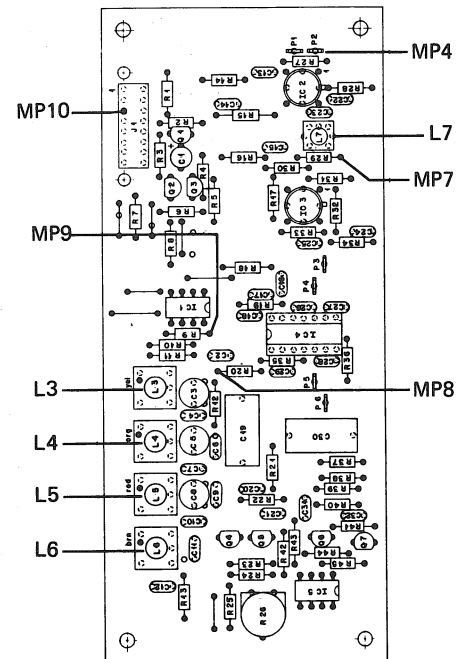

Fig. 4.5
- HF-Voltmeter an Messpunkt MP7 (R29, IC3 Pin 1, 1.726.750, Fig. 4.5) anschliessen und L7 auf maximale Spannung einstellen (ca. 400mV).
- NF-Voltmeter an Messpunkt MP9 (J1 Pin 2, 1.726.750, Fig. 4.5) anschliessen.
- Gerat ausschalten und IC 4 vorsichtig aus dem Sockel ziehen. Den Generator und den Frequenz-Zaeher an MP8 (R20) anschliessen (Fig. 4.5).